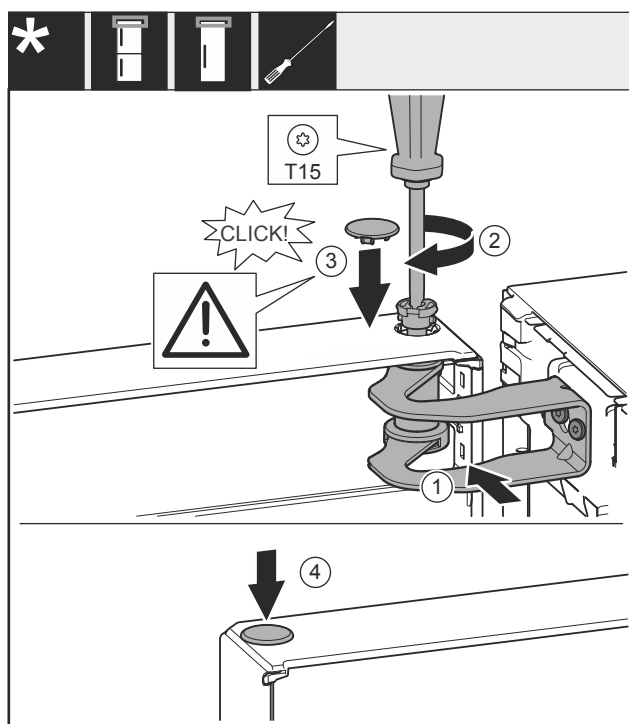

Fig. 50
- Allineare la porta all'apertura nella staffa di supporto Fig. 50 (1).
- Inserire i perni Fig. 50 (2) e stringerli con un cacciavite.
- Inserire la copertura Fig. 50 (3).
- Controllare che la copertura Fig. 50 (3) poggi sulla porta.
- Inserire la copertura Fig. 50 (4).